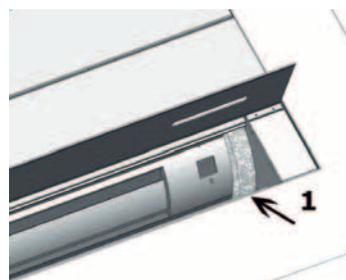

Fig. 11
1. sul lato destro dell'unità di climatizzazione, posizionandola in modo che vada a chiudere l'intercapedine tra l'unità stessa e la fiancata interna destra del sistema ALAPANEL e ALAPANEL-S (fig. 11), onde evitare il possibile ricircolo dell'aria condizionata in corrispondenza della sonda di rilevamento della temperatura.